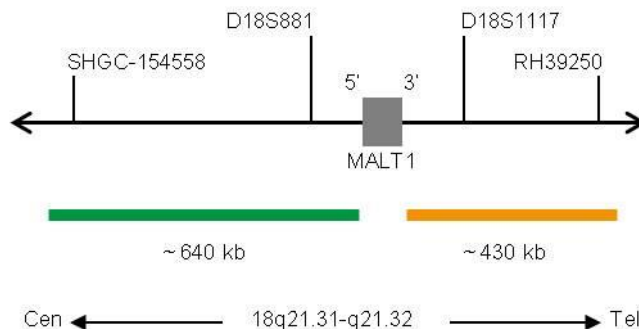

Abb. 1: SPEC MALT1 Sondenlokalisierung (nicht maßstabsgetreu)
- ZyGreen (Anregung 503 nm/Emission 528 nm) markierten Polynukleotiden (~10 ng/μl), die gegen Sequenzen in 18q21.31-q21.32* (chr18:55,690,725-56,330,582) gerichtet sind, welche proximal zur MALT1-Bruchpunktregion lokalisiert sind (siehe Abb. 1).
- ZyOrange (Anregung 547 nm/Emission 572 nm) markierten Polynukleotiden (~4.5 ng/μl), die gegen Sequenzen in 18q21.32* (chr18:56,427,386-56,859,755) gerichtet sind, welche distal zur MALT1-Bruchpunktregion lokalisiert sind (siehe Abb. 1).